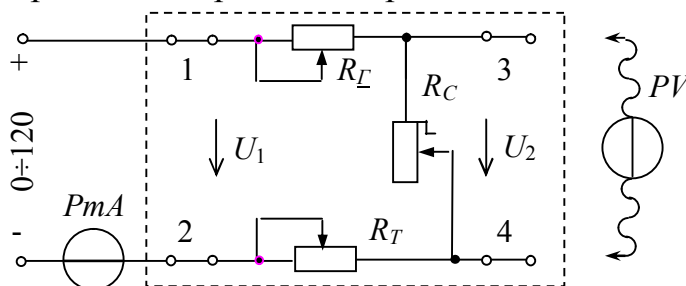

Рис. 11.10
3. Скласти коло (рис. 11.10) і під'єднати його до клем штатива  $\langle - \rangle$ ,  $\langle 0 \div 120 В \rangle$ . Перемикач блока живлення  $ЛАТР$  перемкнути в положення  $\langle 0 \div 120 В \rangle$ .